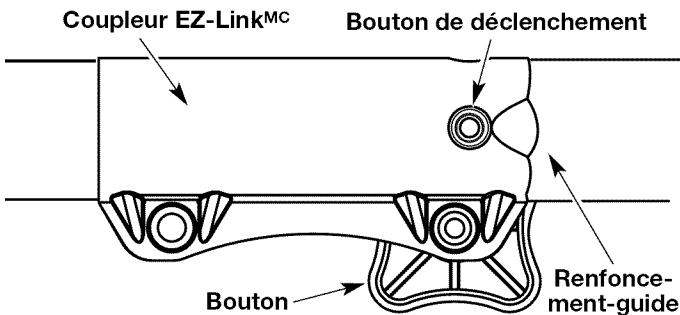

Fig. 16
1. Dévissez le bouton vers la gauche (Fig. 16).
2. Appuyez sur le bouton de déclenchement et maintenez-le enfoncé (Fig. 16).
NOTE : aligner le bouton de déclenchement avec le renforcement-guide facilitera l'installation (Fig. 16).